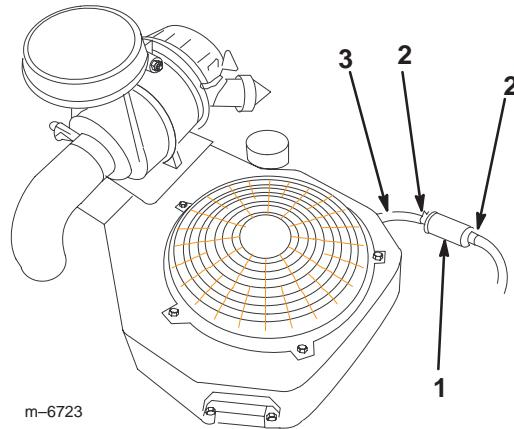

Figure 40
3. Desserrez le collier de serrage au niveau du filtre à carburant et repoussez-le le long de la conduite d'alimentation pour l'éloigner du filtre (Fig. 40).
4. Débranchez la conduite d'alimentation du filtre (Fig. 40).
6. Raccordez la conduite d'alimentation au filtre. Rapprochez le collier de serrage du filtre pour fixer la conduite d'alimentation (Fig. 40).
3. Pincez les extrémités des colliers et faites glisser ceux-ci pour les éloigner du filtre (Fig. 40).
5. Posez un filtre neuf et rapprochez les colliers de fixation du filtre (Fig. 40).